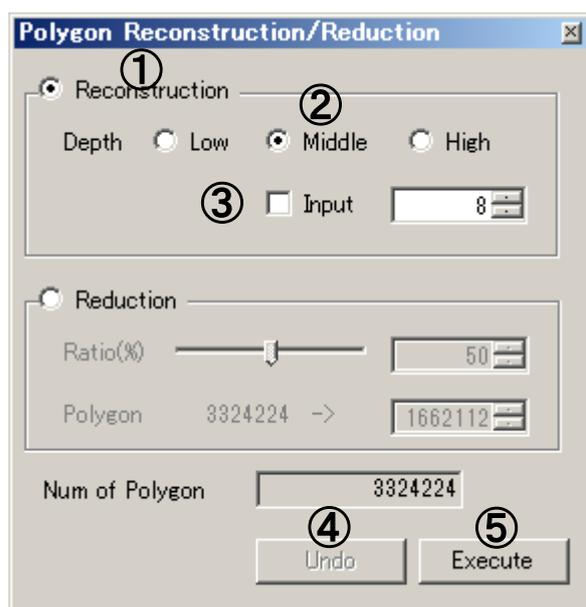

図 4-3 再構成画面
1. [MeshEditing] - [Reconstruction/Reduction] をクリックします (図 4-3)